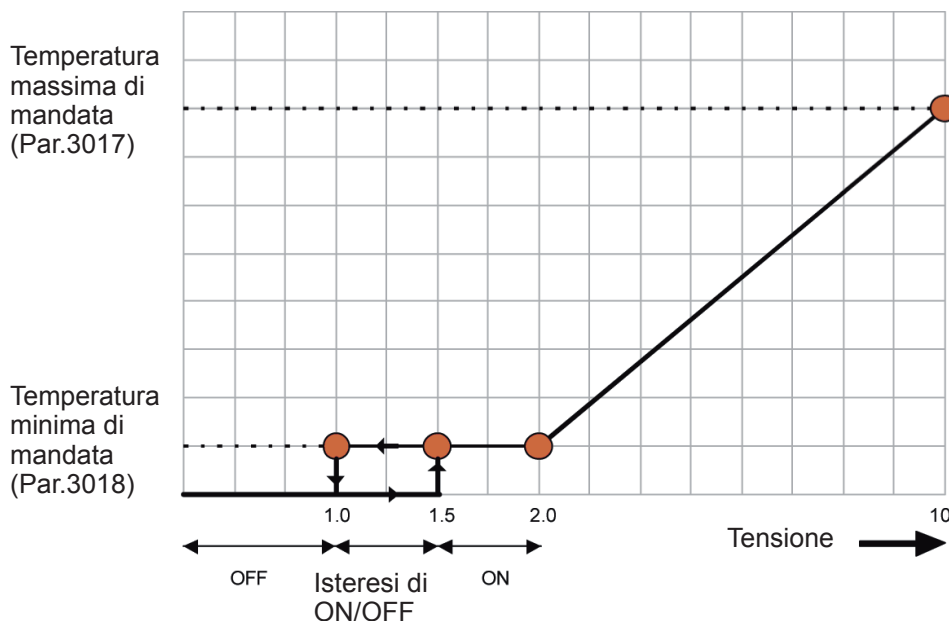

Figura 13.3 - Regole di funzionamento dell'ingresso analogico 0-10 Vcc
- 5.- Ora l'apparecchio può essere controllato tramite il dialogo della scheda 0-10 Vdc e lavorare in funzione del grafico riportato in figura 13.3;